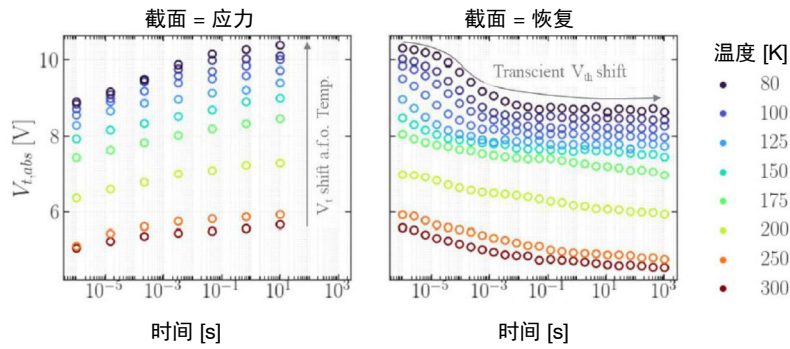
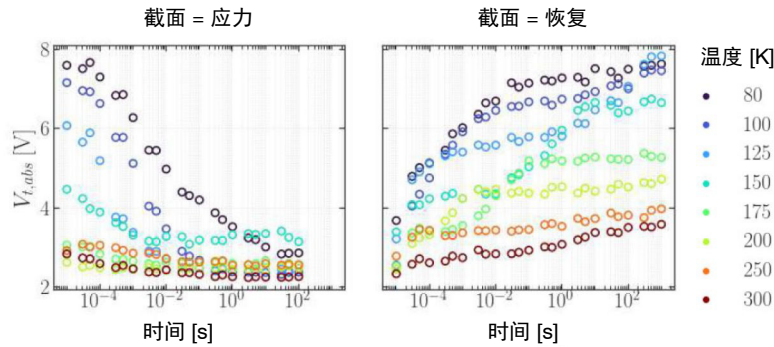

图 11. $V_G = +10\text{ V}$ 的 PBTI 期间和后续恢复期间, V_{th} 漂移与时间和温度的函数关系
图 12. $V_G = -10\text{ V}$ 的 NBTI 期间和后续恢复期间, V_{th} 漂移与时间和温度的函数关系
- 提取俘获发射时间 (CET) 图 (V_{th} 漂移由俘获的电荷引起, 分布在能量和空间中)。图 11 显示了在 10 V PBTI 应力条件下, V_{th} 在应力期间和后续恢复期间的漂移, 图 12 则为 -10 V NBTI 应力下